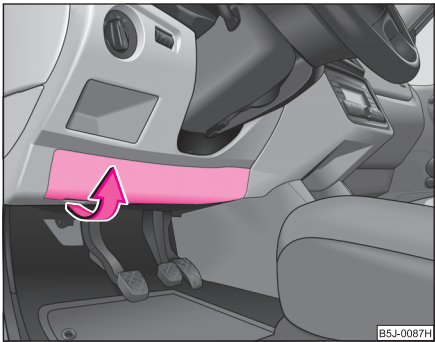

Fig. 178 Lado inferior del tablero de instrumentos: Cubierta de fusibles
- Gire con cuidado la tapa en sentido de la flecha y retirela ⇒ fig. 178.